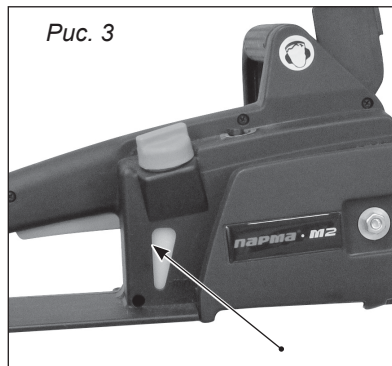

Рис. 3
- Следите за уровнем масла в масляном бачке в процессе пиления, уровень масла смотреть в окошечке (рис. 3).